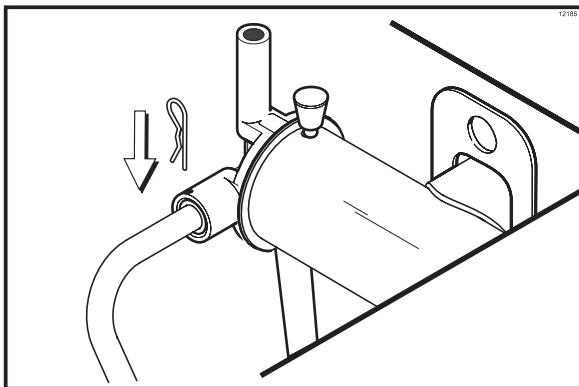

Figure 46
**Installer le bout pompe du tube d'admission de mélange et le fixer au moyen de la tige de retenue.** Le manquement à cette consigne pourrait provoquer un éclaboussement de l'aseptisant sur l'utilisateur (Cf. Figure 46).